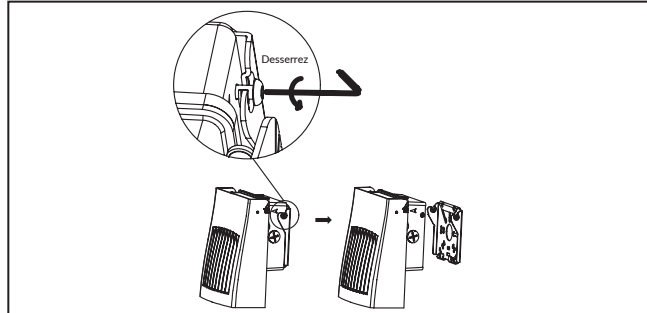

Figure 1.
1. Utilisez une clé Allen 3/32 pour détacher la plaque de montage du luminaire en dévissant partiellement les 2 vis de maintien latérales, jusqu'à ce que la plaque de montage soit desserrée. (Figure 1)